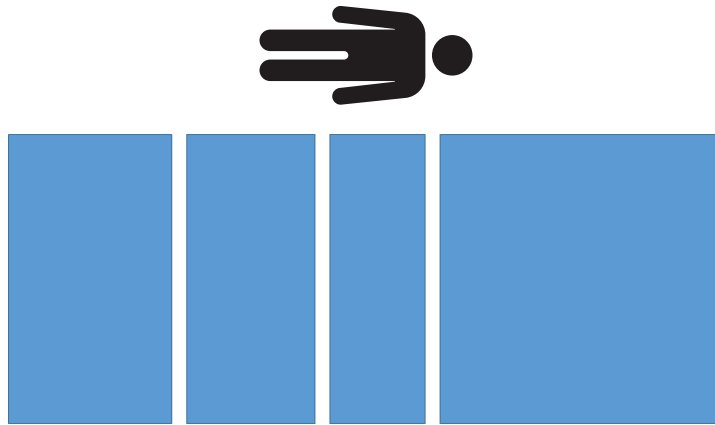

Abbildung 17 – Exzentrizitätsprüfung – kein Gewicht
5. Alle kalibrierten Gewichte vom Produkt entfernen (Abbildung 17).